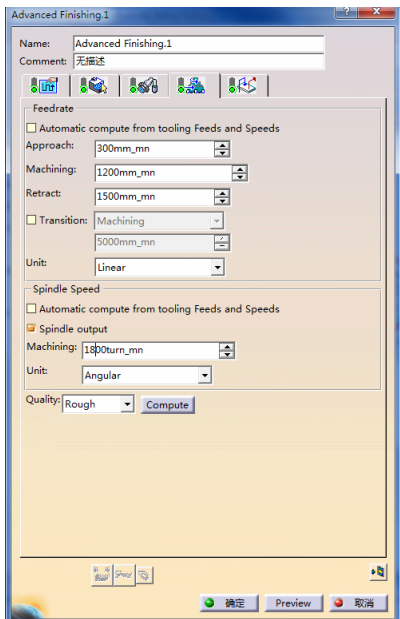

图 3-41 进给率参数选项卡（2）
4) 定义进给率。单击“Advanced Finishing.1”对话框中的, 切换到进给率参数选项卡(2)，如图 3-41 所示。